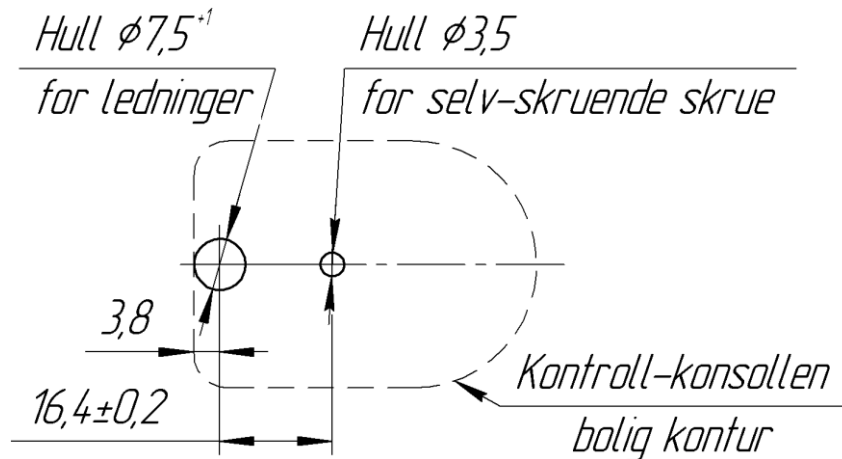

Fig. 1
- Påfør en markering (se. Fig.1) på et underlag for installasjon av kontrollpanel (et hull for en sele og et hull for selv borende skrue).